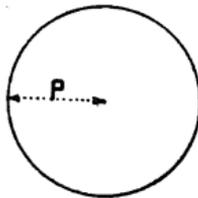

Fig. 639.
*Cercle* (fig. 639). Multiplier le rayon R par lui-même et ensuite le produit par le nombre invariable